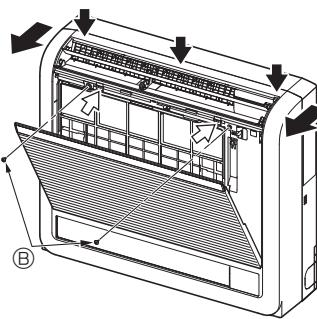
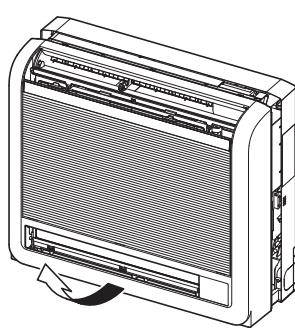

Fig. 3-3
Fig. 3-4
- ① Appuyez sur les 2 positions indiquées par les flèches ↗ et ouvrez la grille avant. (Fig. 3-3)
- ② Ouvrez la grille avant et retirez les deux vis.
- ③ Ouvrez l'ailette horizontale de la sortie d'air supérieure, poussez le haut du panneau frontal en trois endroits différents, puis sortez le haut de la grille de l'appareil intérieur.
- ④ Vis
- ⑤ Soulevez la grille avant pour la retirer. (Fig. 3-4)